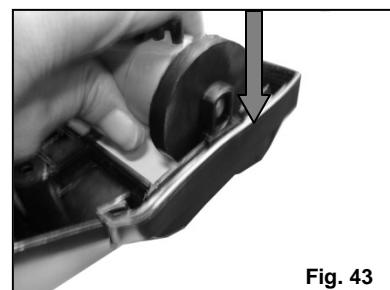

Fig. 43
11. Replacez le côté gauche de la brosse rouleau à l'intérieur et faites tourner l'extrémité de la brosse rouleau jusqu'à ce qu'elle glisse à l'intérieur. (Fig. 43)